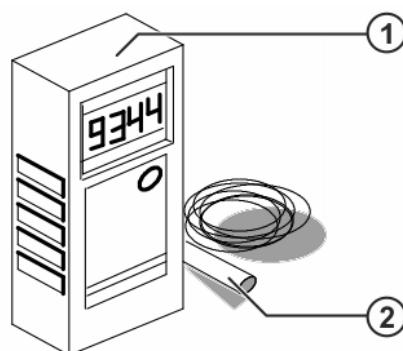

Abb. 10-5: Frequenz-Messgerät
3. Frequenz-Messgerät in Betrieb nehmen (>>> Abb. 10-5).